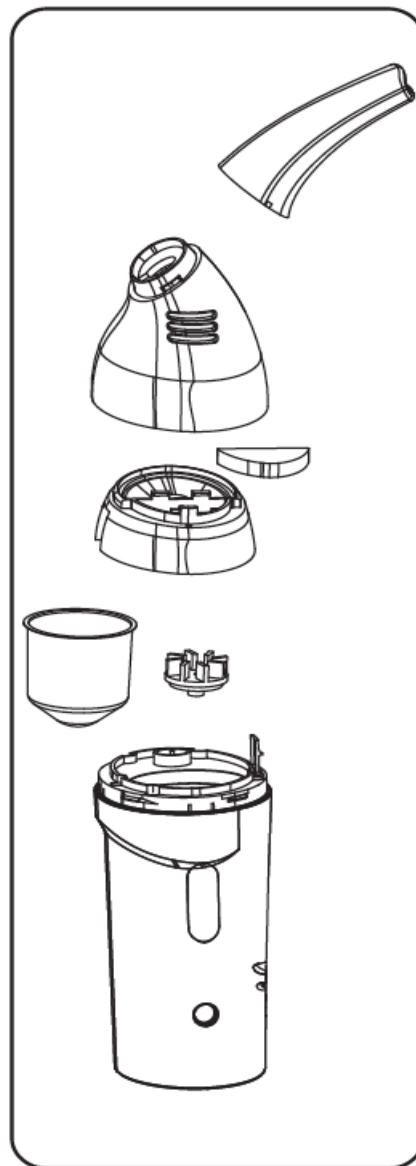

Рис. 5.1
1) Снимите отдельные части ингалятора, оставив только корпус. (Рис. 5.1)